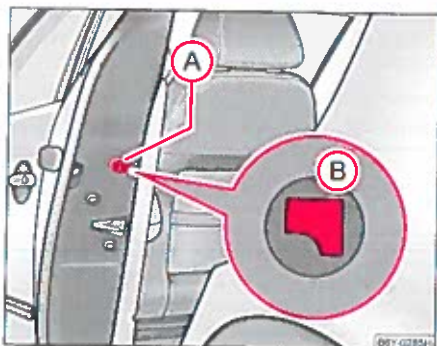

Fig. 24 Bagdør:
- Afmonter panelet (A) ⇒ fig. 24.
- Stik nøglen ind i åbningen under panelet og tryk låsehåndtaget (B) ind til anslag.